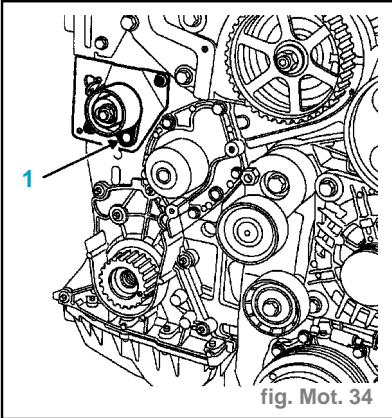

fig. Mot. 34
- Vérifier que le galet tendeur soit bien positionné sur le piston (1). (fig. Mot. 34)